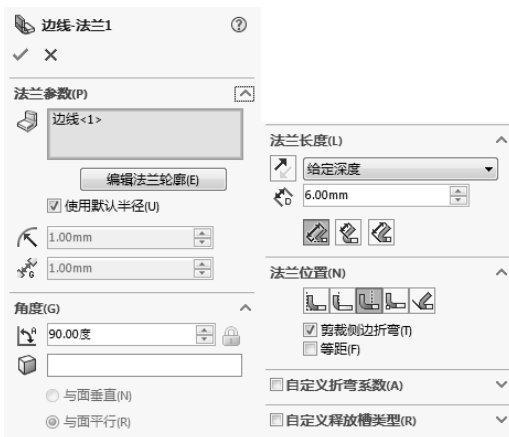

图 10-159 生成边线法兰设置
① 单击“钣金”控制面板中的 (边线法兰) 按钮, 或选择“插入”→“钣金”→“边线法兰”菜单命令, 在“边线-法兰”属性管理器中的“法兰长度”文本框中输入数值“6”, 单击 (外部虚拟交点) 按钮, 在“法兰位置”选项组中单击 (折弯在外) 按钮, 其他设置如图 10-159 所示。